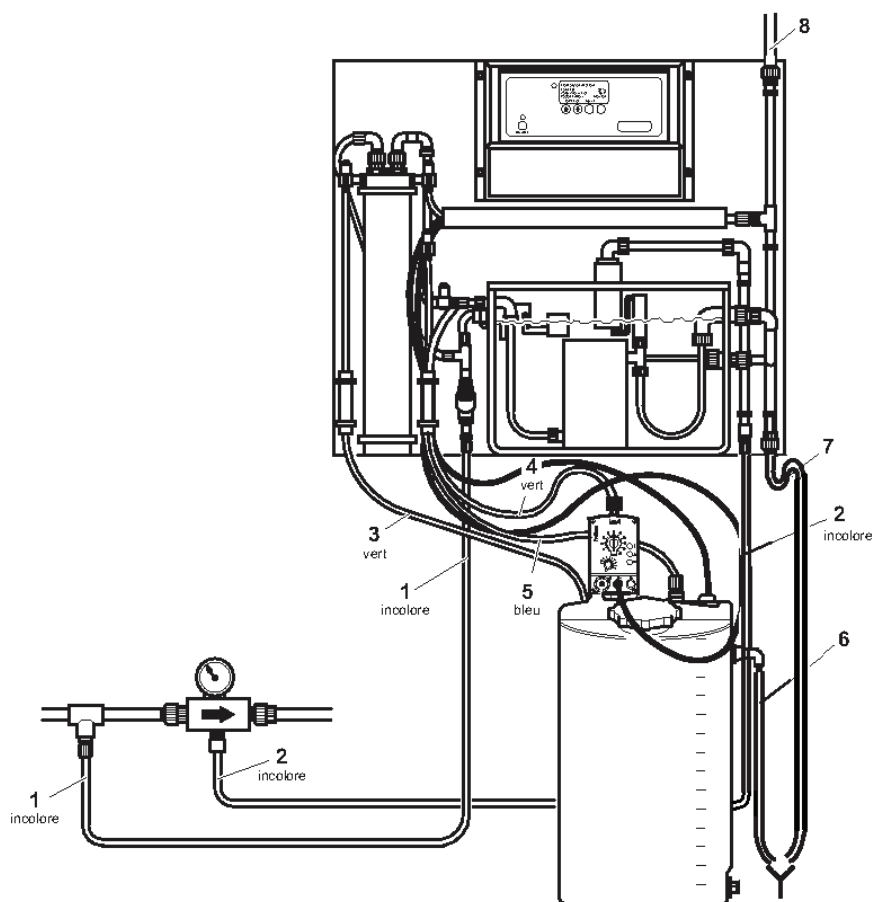

Fig. 9
- ▶ Posez les tuyaux flexibles suivants comme en fig. 9 :
- ▶ Posez les tuyauteries suivantes comme en fig. 9 :
- Conduite d'évacuation de la soude caustique (7)